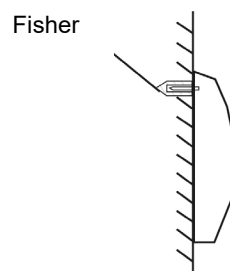

Figura 3
4. Montare l'apparecchio sul muro (figura 3).